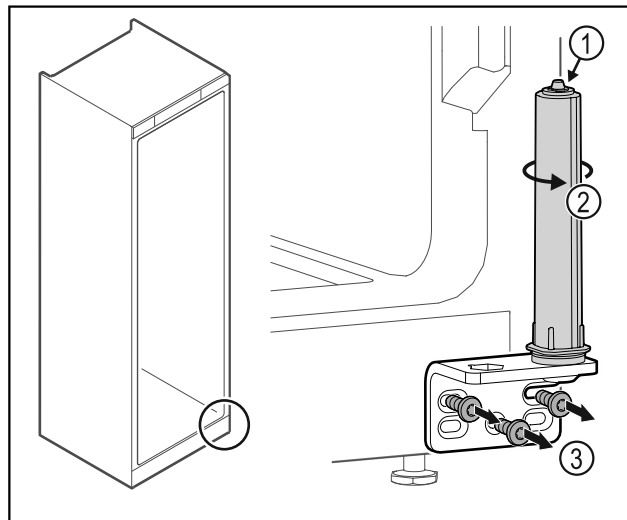

Fig. 34
- Ne rastavljajte sustav zatvaranja vrata Fig. 34 (1).
- Okrećite sustav zatvaranja Fig. 34 (2) dok ne klikne.
- Odvrnite kutne šarke Fig. 34 (3).